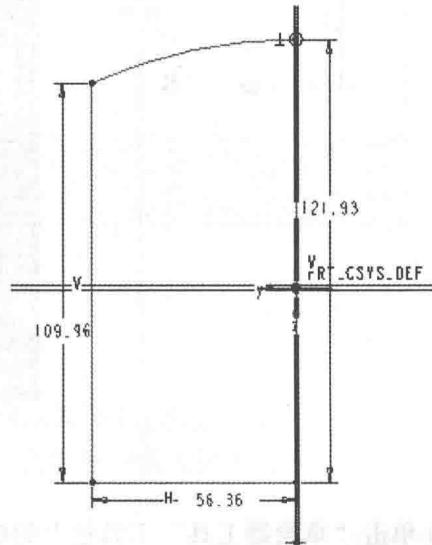

图1-25 绘制草图
② 选择“RIGHT”为草绘平面，并接受参照平面为“TOP”，单击“草绘”对话框中的 $\square$ 按钮或按鼠标中键，即进入草绘界面，如图1-25所示。
如图1-25所示，其绘制步骤如下。